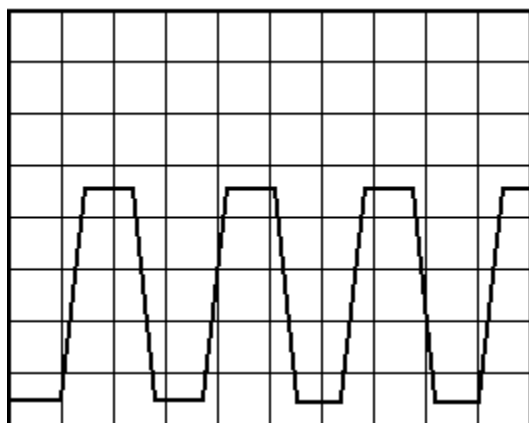
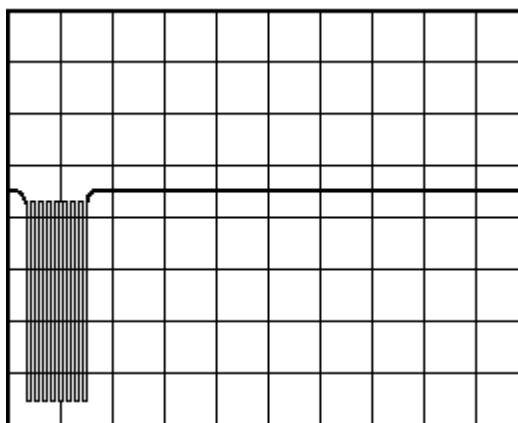

Рисунок 1 1 мкс / 100нс
Рисунок 2 1 мс / 500мкс
- наличие и исправность осциллятора U1 (кварцевый резонатор на 7,37 МГц) и исправных фазовращающих конденсаторов C1 и C4. Функционирование внутреннего тактового генератора легко проверить по наличию меандра с частотой 7,37 МГц на выходе "XOUT" (вывод 23). В зависимости от режима на данном выходе будет присутствовать либо непрерывный меандр (рис. 1, рабочий режим) или пачки импульсов с частотой 7,37 МГц, с длительностью пачки 0,4-0,8 мс и периодом 1 сек (рис. 2, режим микропотребления);